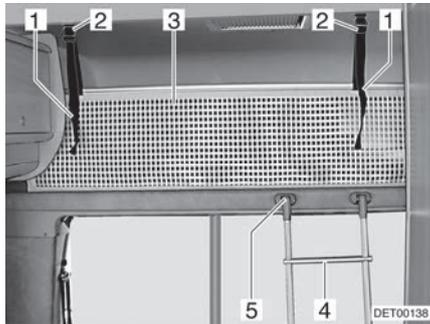

Fig. 58 Letto mansarda
Per salire sul letto mansarda, utilizzare la scaletta di accesso (Fig. 58,4) in dotazione ai modelli di serie.
- Agganciare la scalette con i longheroni nell'apposito supporto (Fig. 58,5) al diaframma della mansarda.
La rete protettiva (Fig. 58,3) è stivata sui modelli di serie tra il materasso e il telaio portamaterasso. Fissare la rete protettiva soltanto dopo che le persone si sono stese nel letto mansarda.
- Far innestare i nastri di sostegno (Fig. 58,1) nei supporti (Fig. 58,2) sul soffitto.